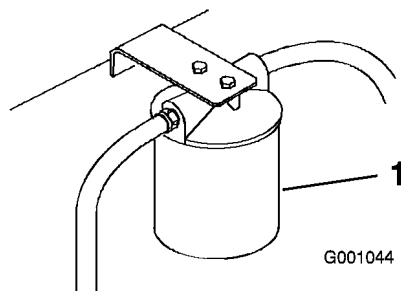

Figura 63
3. Collocate una bacinella di spurgo sotto il filtro, togliete il filtro usato e pulite la guarnizione di riduzione del filtro (Figura 63).